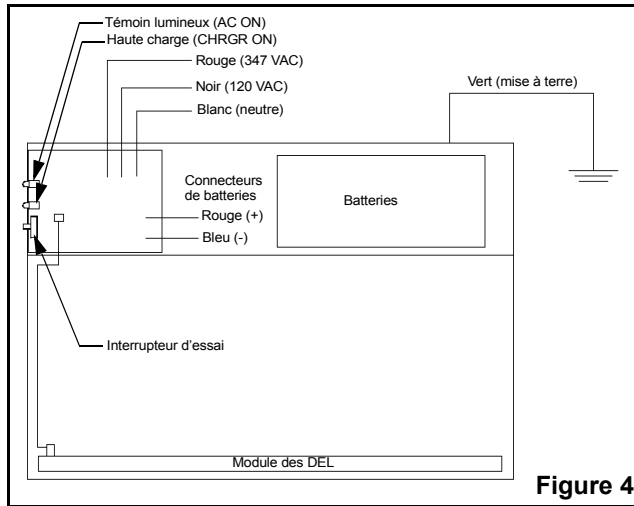

Figure 4
- Effectuer les connexions nécessaires : cette unité accepte une tension de 120 et 347 Vca . **Pour opération à 120 Vca** : raccorder le fil noir au service de l'édifice (120 V) et le blanc au neutre. **Pour opération à 347 Vca** : raccorder le fil rouge au service de l'édifice (347 V) et le blanc au neutre (voir fig. 4). Pousser les fils dans la boîte de jonction. Certains modèles sont fournis avec des rallonges de fils pour faciliter le raccordement en montage mural. Utiliser le code de couleur de la figure 4 pour leur connexion.